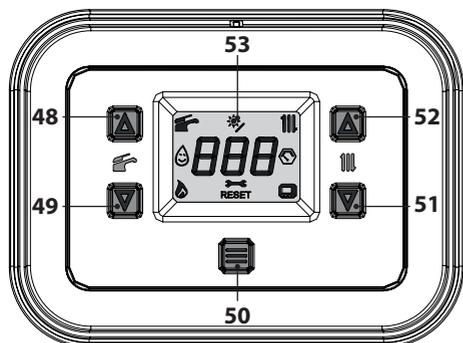
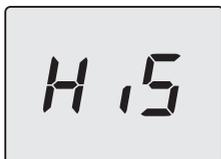
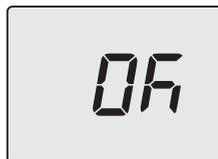

Figura 5.63
Figura 5.64
Figura 5.68
- Entrare in "modalità programmazione" premendo contemporaneamente per 5 secondi i tasti 49 e 51 (Figura 5.63) fino a far apparire sul display LCD le lettere **HiS** che indicano il menu "Storico delle caldaie" (Figura 5.64).
- Premere per 1 sec. il tasto 50 (Figura 5.63) per entrare nel parametro selezionato. Il display visualizzerà quanto segue (Figura 5.67).
- Premendo il tasto 50 (Figura 5.63) si ottiene la conferma del valore inserito. Il display visualizzerà per 5 sec. quanto segue (Figura 5.68) poi, si porterà al livello superiore.
- Premendo contemporaneamente i tasti 49 e 51 (Figura 5.63) si esce senza modificare il valore (ritorno al livello precedente).
- tenere premuti contemporaneamente i tasti 49 e 51 per 5 sec. (Figura 5.63) (ritorno al livello precedente).